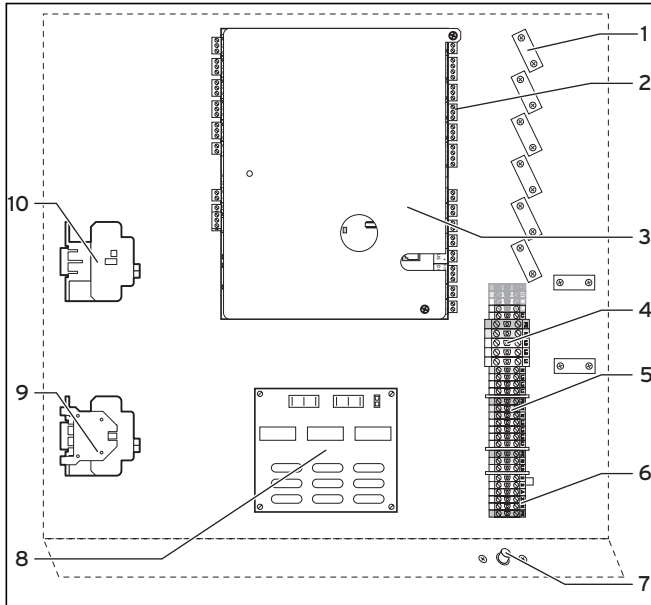

Bild 6.1 Ellåda
Teckenförklaringar till bild 6.1
- Montera startströmsbegränsarens kretskort under kretskortet för reglerutrustningen (se bild 6.1), monteringen beskrivs i anvisningarna till startströmsbegränsaren.